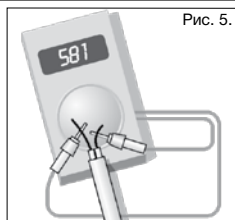

Рис. 5.
3. Перед укладкой нагревательного мата следует измерить его омическое сопротивление для проверки работоспособности кабеля (рис. 5).